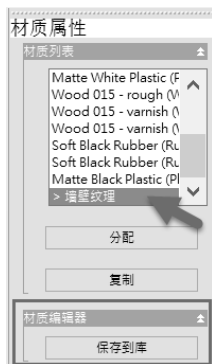

图 8-28 将自定义材质保存到库
1) 确认材质“墙壁纹理”仍然处于选中状态。在控制面板中,单击“保存到库”按钮,如图8-28所示。